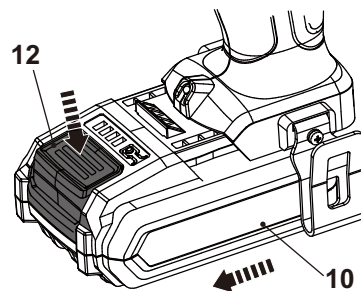

Fig. 5
- > Appuyez sur la touche de déverrouillage (12) et faites glisser le bloc-batterie (10) pour le retirer du port de connexion de la batterie (10a) (Fig. 5).